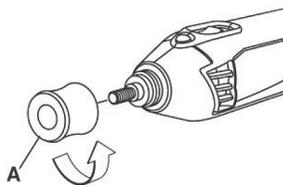

Рис. 3
1. Открутите против часовой стрелки защитный колпачок «А» (рис. 3).